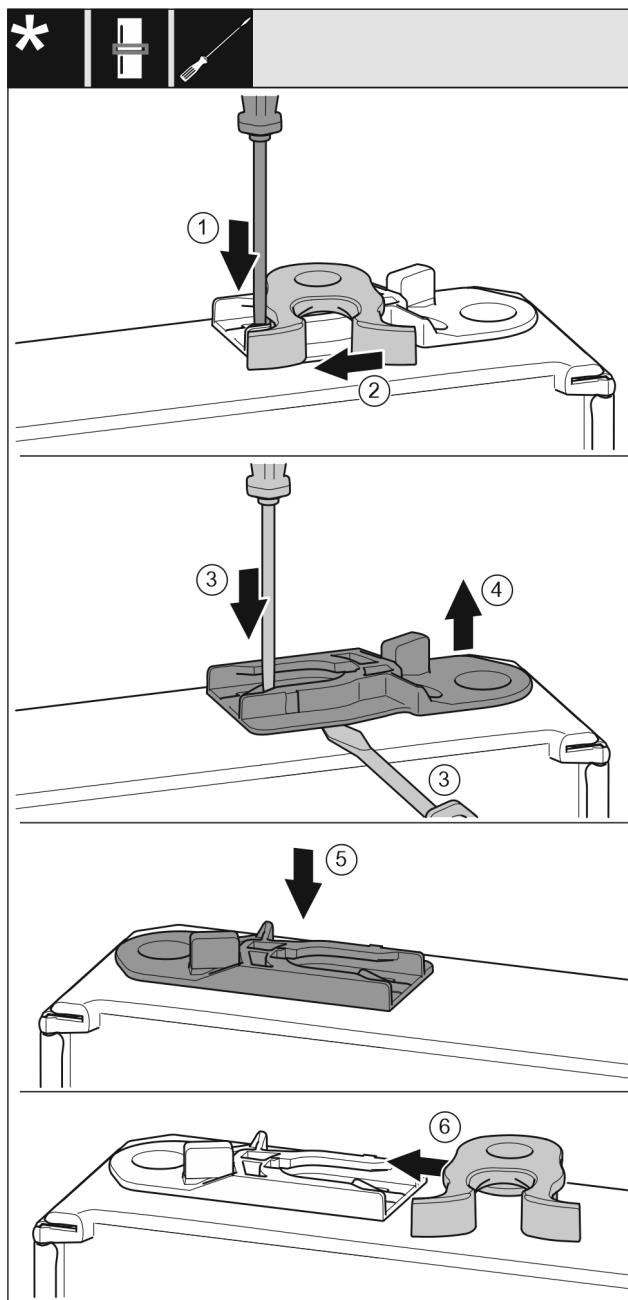

Fig. 19
- Odvijačem s ravnom glavom pritisnite spojnicu Fig. 19 (1) prema dolje.
- Izvucite kuku za zatvaranje Fig. 19 (2) iz vodilice.
- Izvucite čahuru za vođenje Fig. 19 (3, 4): Odvijačem s ravnom glavom pritisnite spojnicu i istodobno umetnите odvijač s ravnom glavom ispod čahure za vođenje.
- Gurnite isporučenu čahuru za vođenje Fig. 19 (5) na drugoj strani uređaja.
- Gurnite kuku za zatvaranje Fig. 19 (6) u vodilicu.